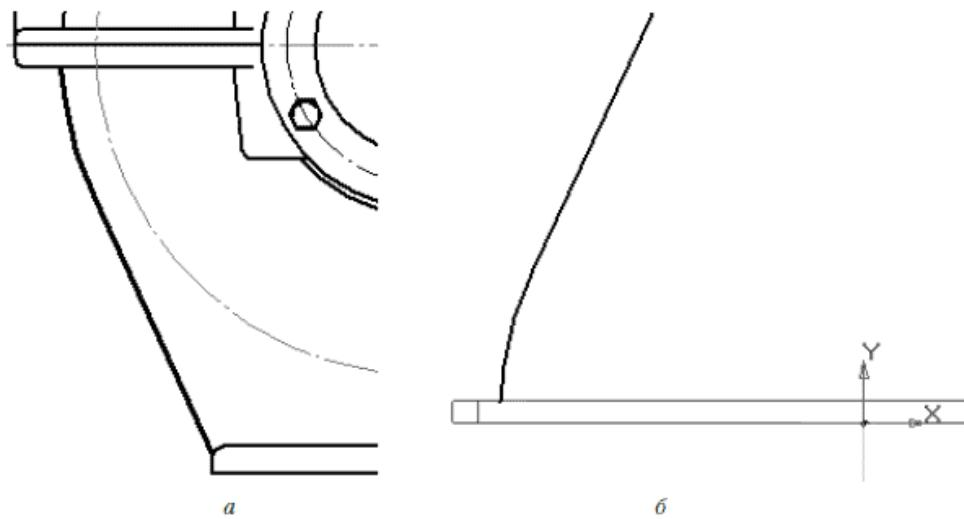

Рис. 3.73. Изгиб передней стенки редуктора: кривая на чертеже (*а*) и ее размещение в эскизе (*б*)
5. Теперь начните создание эскиза в плоскости ZY. Нарисуйте в нем кривую, очерчивающую изгиб передней стенки редуктора (рис. 3.73). Ее также можно скопировать с главного вида чертежа редуктора (так будет даже точнее). При создании этого эскиза необходимо учесть, что система, устанавливая ориентацию по нормали к плоскости эскиза, разворачивает модель вверх дном. Это значит, что изображения всех эскизов, размещенных в плоскости ZY или параллельных ей плоскостях (которые отвечают изображени-